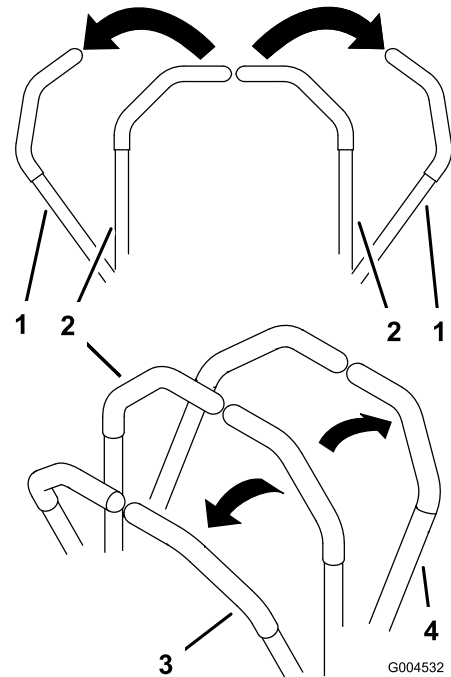

Figure 16
1. Mettez les leviers de commande de déplacement (Figure 16) en position de verrouillage du point mort.
3. Pour vous déplacer en marche avant, poussez doucement les leviers de commande de déplacement vers l'avant (Figure 16).
Pour vous déplacer en ligne droite, appliquez une pression égale sur les deux leviers de déplacement (Figure 16).
Pour tourner, rapprochez du point mort le levier de commande correspondant à la direction que vous voulez prendre (Figure 16).
2. Pour vous déplacer en marche arrière, tirez doucement les leviers en arrière (Figure 16).
Pour tourner, relâchez le levier de commande correspondant à la direction que vous voulez prendre (Figure 16).